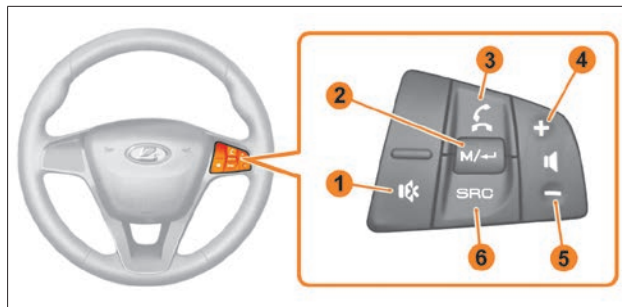

Рис. 3.11.1. Органы управления мультимедийным оборудованием на рулевом колесе
Для уменьшения отвлечения водителя и улучшения удобства пользования мультимедийной системой на рулевом колесе располагаются дополнительные, дистанционные органы управления мультимедийным оборудованием (рис. 3.11.1). Для более подробной информации см. раздел «Аудиосистема (AC) и мультимедийная система (MMC)».